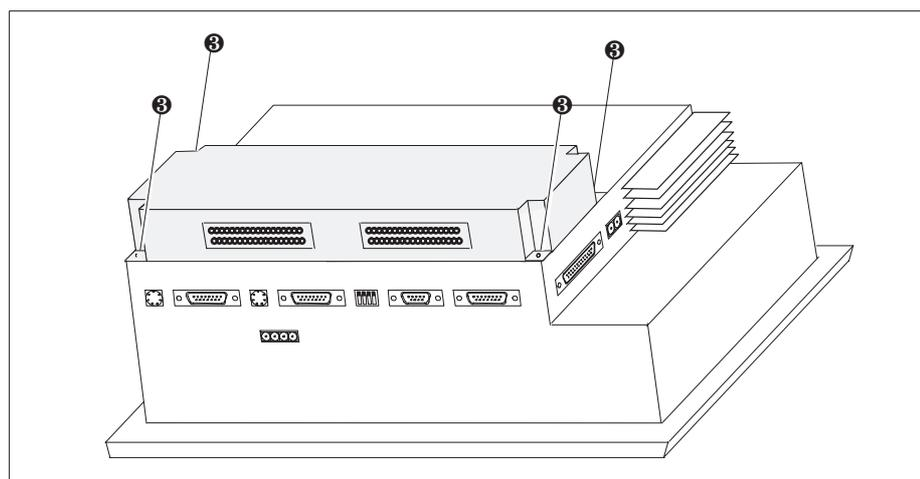

Figura 17-7 Fissaggio del Control Panel Interface (esempio TP37)
- Fissare il modulo di tasti diretti, con le quattro viti ⑤ comprese nella fornitura, al Touch Panel (vedi, per il TP37 figura 17-7).